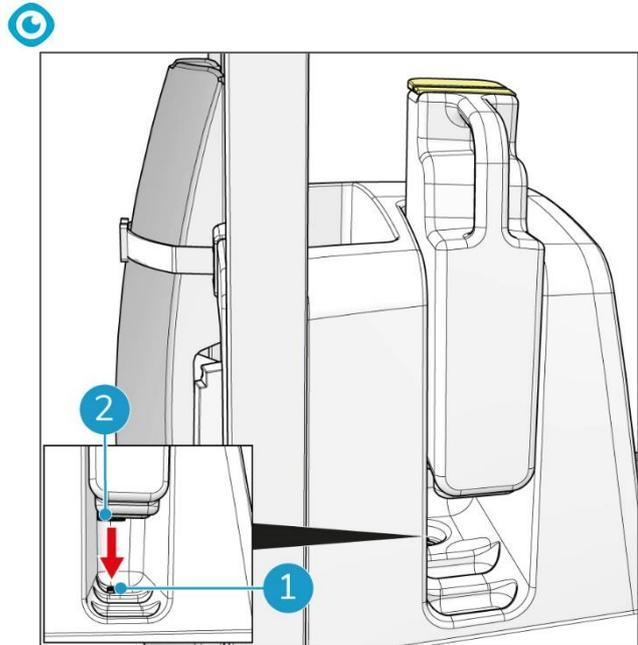

Figure 56
11. Appuyez sur le réservoir vers le bas pour vous assurer que la valve (Figure 56, pos. 2) est bien fixée sur le connecteur du réservoir de détergent (Figure 56, pos. 1).